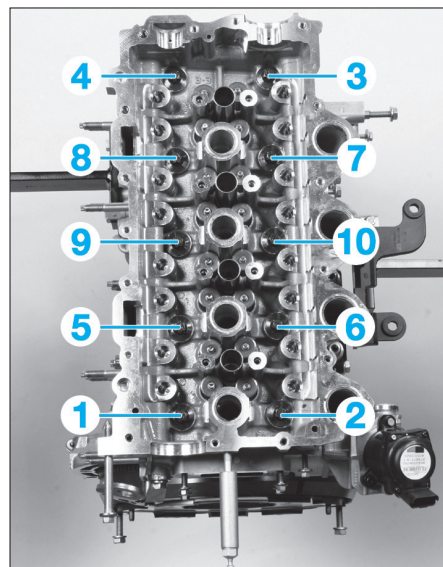

Fig. 81
- les vis (21) du support arrière de pompe haute pression,
- le goujon de fixation supérieur (22),
- les vis de fixation de la culasse dans l'ordre indiqué (Fig.81).